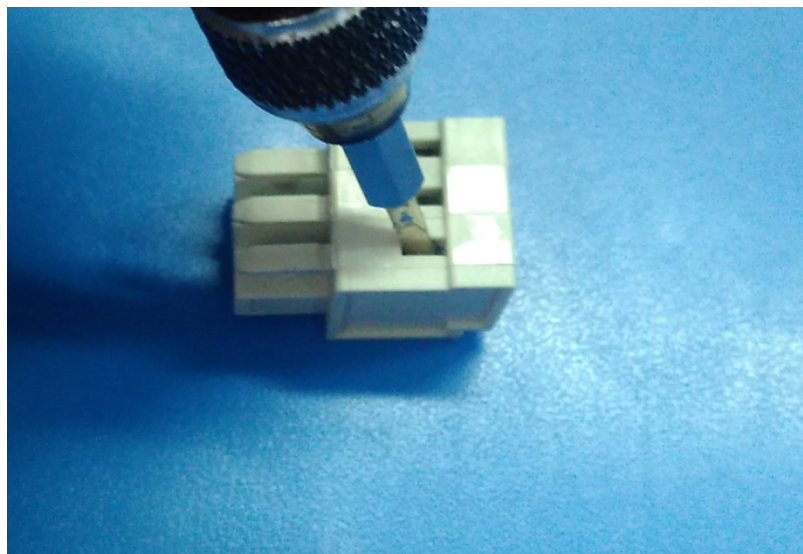

图 3
3.1 用小一字改锥用力插入端子顶部，将弹簧压片顶开。如图 3。